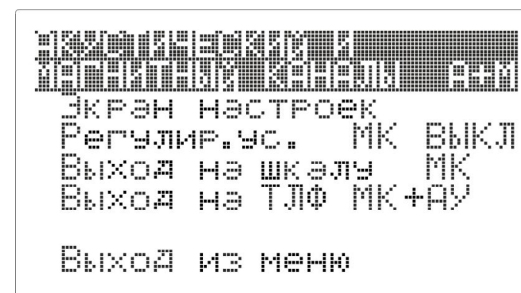

Рисунок 13 – Экран меню режима «А+М»
4.10.6. Экран меню режима «А+М» (Рис. 13).